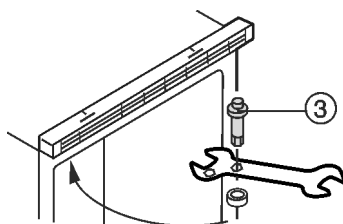

Fig. 3
- Выкрутите верхний шарнирный палец Fig. 3 (3) и вкрутите на противоположной стороне (**с моментом 4 Нм**).
- Навесьте дверь на верхний шарнирный палец Fig. 3 (3) и закройте.